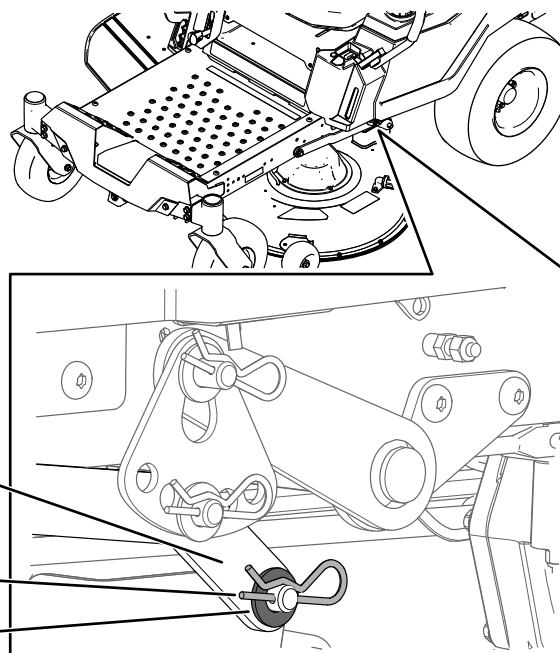

Figura 73
7. En un lado de la máquina, retire la arandela y la chaveta del pasador de la carcasa (Figura 73).
8. Retire el brazo de elevación del pasador de la carcasa (Figura 73).
- En un lado de la máquina, eleve la parte trasera de la carcasa del cortacésped e instale el brazo de elevación en el pasador de la carcasa (Figura 73).
- Instale el brazo de elevación con la arandela y la chaveta (Figura 73).